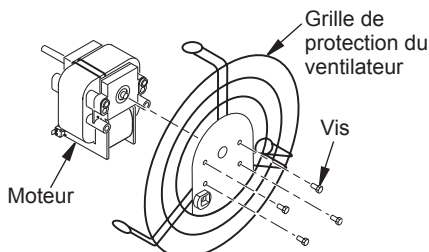

Figure 8 - Retrait ou installation de la grille de protection du moteur
4. Retirez les deux écrous et deux vis qui fixent la grille de protection du ventilateur au moteur avec un tourne-écrou. Retirez la grille de protection du ventilateur du moteur (voir figure 8).